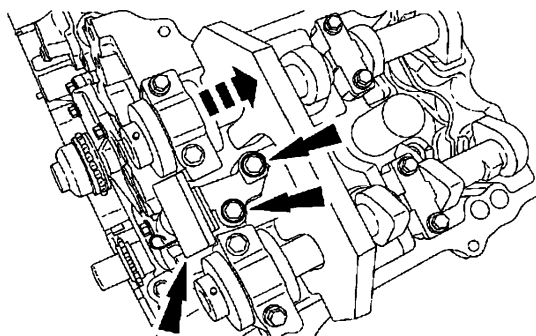

图 15-15 拆卸螺栓和左侧次级正时链条张紧器
16) 拆下 2 个螺栓和左侧次级正时链条张紧器，如图 15-15 所示。